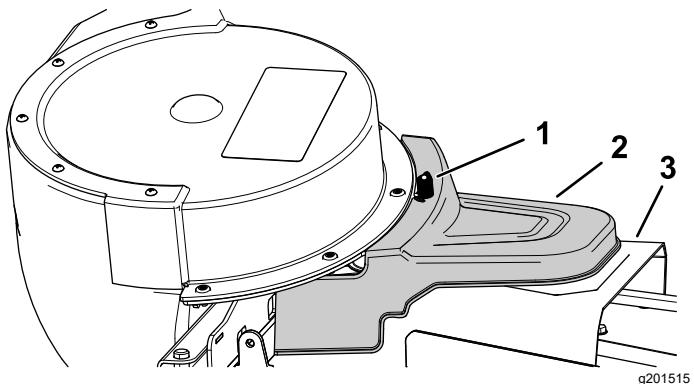

Figura 28
- Montai capacul sistemului de colectare cu acionare electrică peste capacul curelei i fixai prin strângerea butonului (Figura 28).